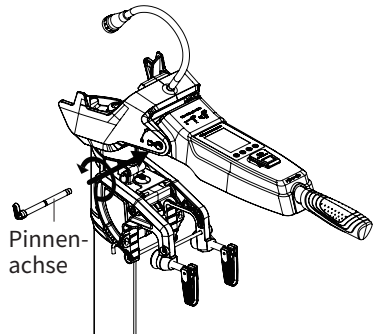

Abbildung 2-3
2. Schieben Sie den Handgriffwelle bis zum Anschlag in die Bohrung ein und verriegeln Sie sie entgegen dem Uhrzeigersinn (Abbildung 2-3).